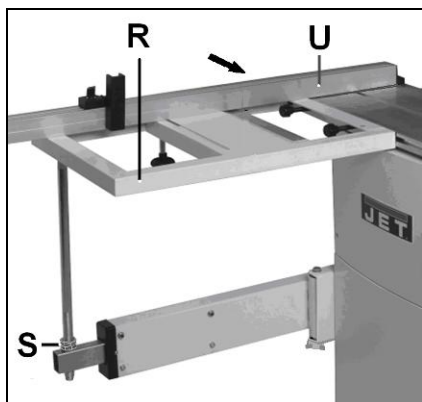

Рисунок 21
Поднимите поперечный стол (R, рис. 21) и установите на выдвигную штангу, задвинув его в Т-образную канавку подвижного стола, зафиксируйте на месте.
Завершите выравнивание с помощью гаек (S), установив на одном уровне поверхности поперечного стола и стола станка. Затяните гайки (S, рис. 21) навстречу друг другу.
Регулируемые ограничители 90° (R, рис. 21) были настроены на заводе-изготовителе.